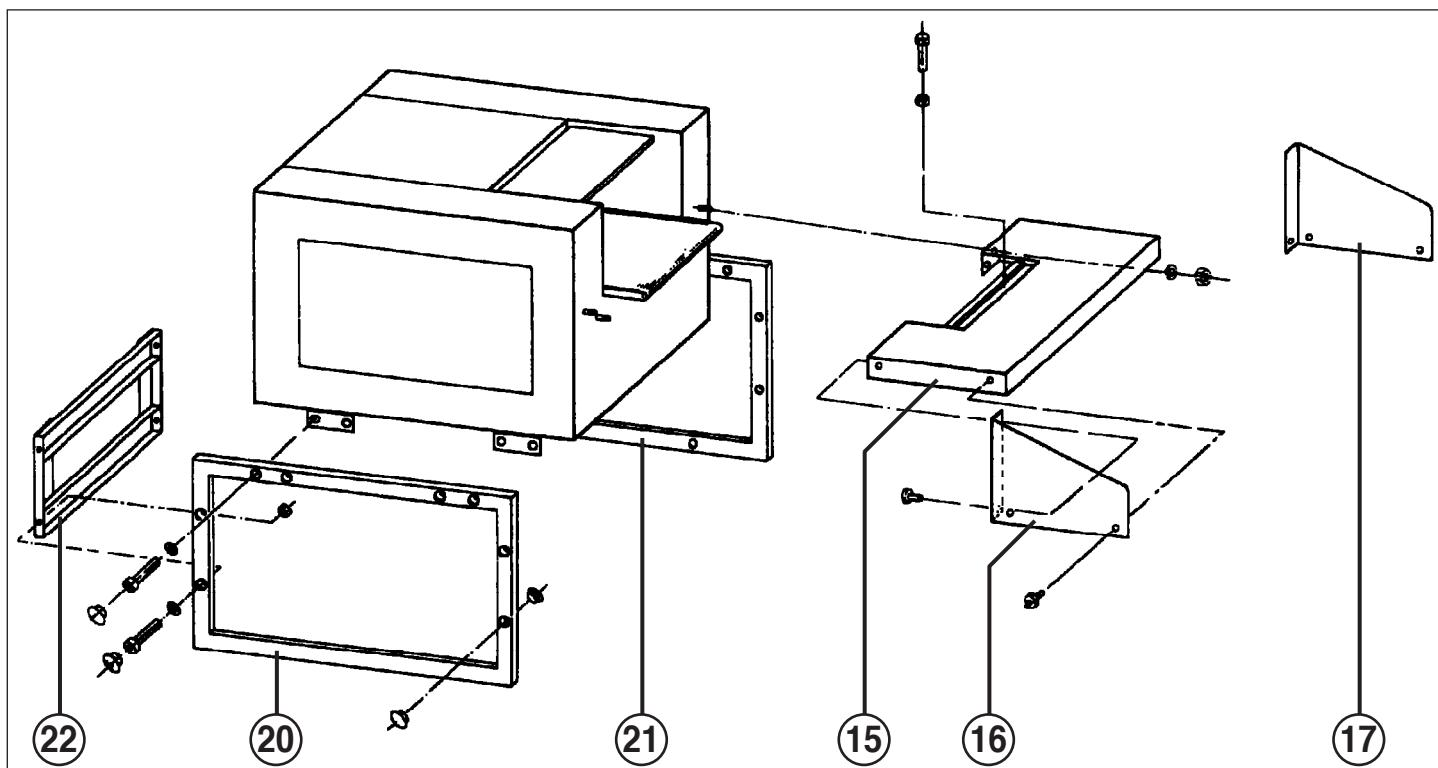

Fig. 1
- 15 = Table (fig. 1)
- 16 = Equerre de protection, gauche (fig. 1)
- 17 = Equerre de protection, droite (fig. 1)
- 20 = Cadre, gauche (fig. 1)
- 21 = Cadre, droit (fig. 1)
- 22 = Profilé intermédiaire (fig. 1)
MONTAGE DU PIETEMENT (Fig. 1 et 2):
MONTAGE DE LA TABLE (15) (Fig. 1):
4. Faire passer le câble de la barre d'arrêt d'urgence (14) dans le passe-câble situé vers l'avant dans la paroi gauche du coffret, ainsi que vers le bas, dans le passe-câble à vis de la boîte électrique, et dans cette boîte électrique brancher le câble bleu à la borne 20 et le câble brun à la borne 19.
**Les travaux de branchement de la barre d'arrêt d'urgence (14) décrits au point „4.“ doivent être obligatoirement effectués par un spécialiste!**
MONTAGE DES EQUERRES DE PROTECTION (Fig. 1):